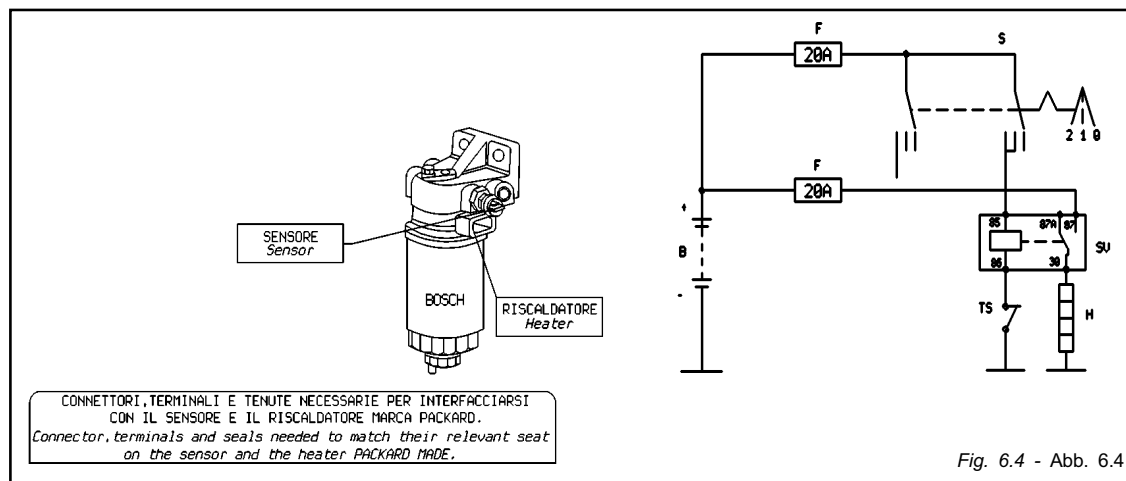

Fig. 6.4 - Abb. 6.4
- (Fig. 6.4)**
- (Abb. 6.4)**
(Fig. 6.4)